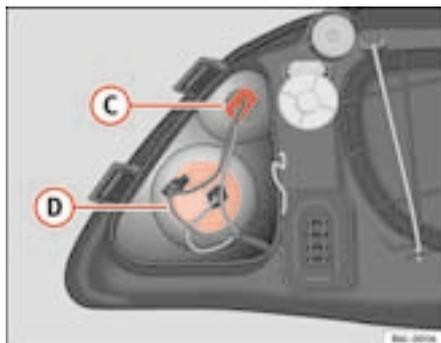

Fig. 150 Luci di posizione
- Tirare i cavi per far uscire il portalampane dal proprio alloggiamento ③ ⇒ fig. 150.